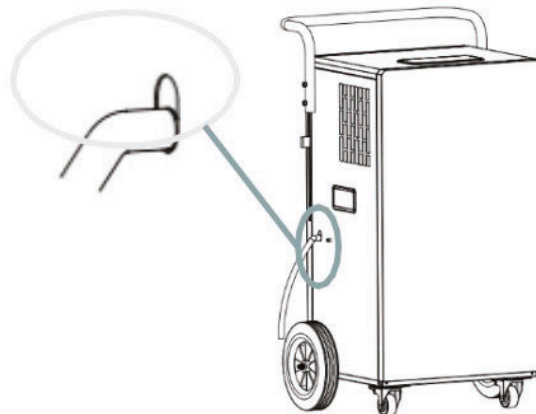

Fig. 4
3. Fixez le tuyau de drainage court (diamètre intérieur de 12 mm) à la sortie de la drainage continue. (fig.4)